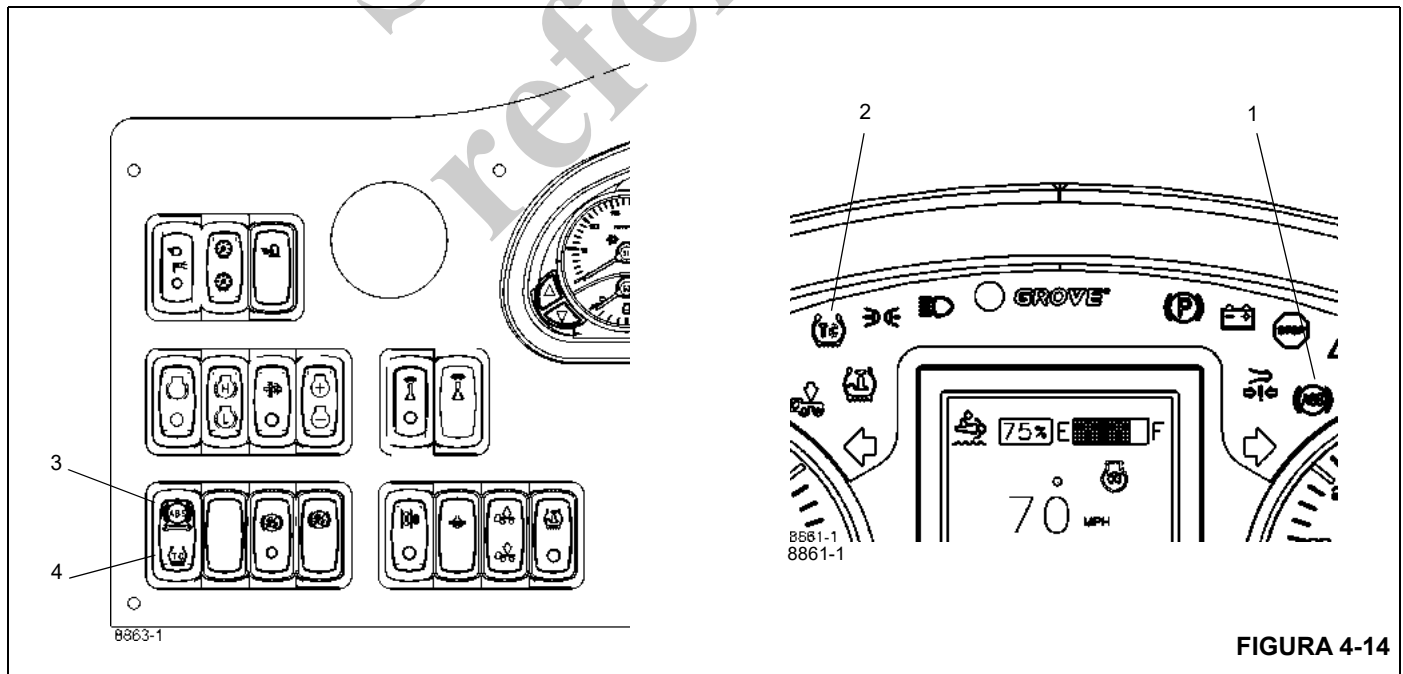

FIGURA 4-14
Quando se conecta la alimentación durante el encendido, la ECU ilumina el indicador de ABS (1), (Figura 4-14), durante aproximadamente tres segundos, después de lo cual la luz se apaga si no se detectan códigos de diagnóstico.
El interruptor del ABS/control de tracción, (3), (Figura 4-14), se utiliza para el diagnóstico de averías en el sistema, junto con los códigos indicados por destellos en el indicador de ABS. Consulte el *Manual de servicio* para más información.
- El interruptor de uso fuera de carretera del ATC (4), (Figura 4-14), permite un mayor giro de las ruedas (par motor mayor) cuando se activa. Está destinado para uso en condiciones adversas, generalmente fuera de carreteras pavimentadas. El interruptor activa el uso fuera de carretera del ATC cuando se pulsa una vez y lo desactiva cuando se pulsa una segunda vez y cada que el sistema hace en un ciclo de alimentación eléctrica.
El indicador del ATC (2), (Figura 4-14), destella rápidamente cuando el ATC está en funcionamiento.
Cuando se conecta la alimentación durante el encendido, la ECU ilumina el indicador del control automático de tracción (ATC) (2), (Figura 4-14), durante aproximadamente 2.5 segundos, después de lo cual la luz se apaga si no se detectan códigos de diagnóstico.
Para activar el modo de conducción fuera de carretera del ATC, pulse la parte inferior del interruptor de ABS/control de tracción (4), (Figura 4-14), una vez. Cuando se coloca la ECU en modo de conducción fuera de carretera, el indicador de ATC destella lentamente, 1.0 segundos iluminado y 1.5 segundos apagado, para indicar al operador que el modo de conducción fuera de carretera está activado.